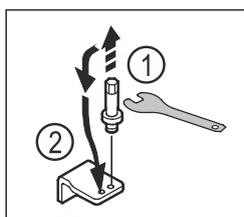

Fig. 17
- ▶ Čap dolnej ložiskovej kontroly vyskrutkujte vonkajším kľúčom na šesťhrannú maticu SW5. Fig. 17 (1)
- ▶ Nasadíte čap na opačnú stranu. Fig. 17 (2)